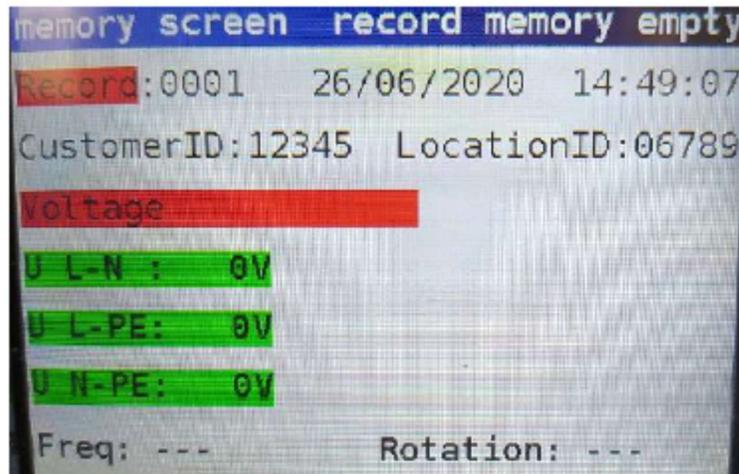

Figure 8.10: Écran après effacement de la mémoire
**Étape 2** Appuyez sur **TEST** pour confirmer que tous les résultats sauvegardés peuvent être effacés (Figure 8.10).